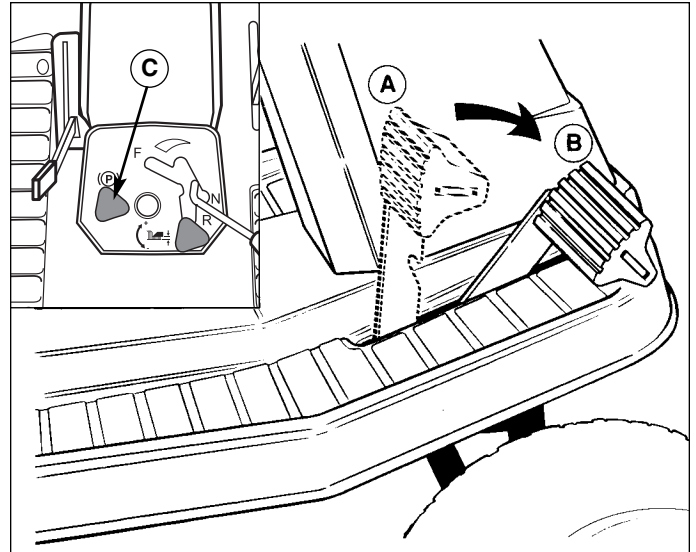

Abb. 2. Bremspedal
1. Siehe Abb. 2. Wenn das Pedal von Position A in Position B gedrückt wird, wird der Getriebeantrieb ausgekuppelt, und der Getriebesteuerhebel kehrt (bei Vorwärtsgeschwindigkeiten) in die Neutral-Position zurück. Durch vollständiges Drücken des Pedals in Position B wird am Rider die Bremse betätigt.
2. Siehe Abb. 2. Die Parkbremse wird in Pedalposition B betätigt, wenn der Parkbremsen-Steuerknopf (C) nach oben gezogen wird, während das Pedal vollständig gedrückt ist.